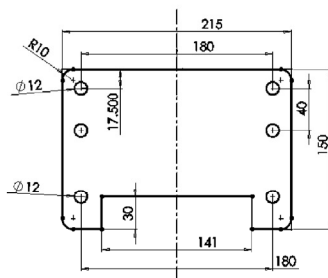

图 2-116 执行“线性阵列”操作
STEP 6 单击“草图”工具栏中的“线性草图阵列”按钮，打开“线性阵列”属性管理器，使用默认的阵列轴，设置“方向 1”卷展栏的“阵列个数”为 2 个，“阵列距离”为 180mm；再设置“方向 2”卷展栏的“阵列个数”为 2 个，“阵列距离”为 40mm（并单击“反向”按钮，适当调整阵列的方向），选择“STEP 5”中绘制的圆为“要阵列的实体”，阵列出 3 个圆，如图 2-116 所示。